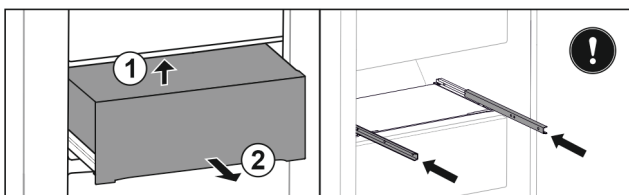

Fig. 159
- ▶ Lade van onderen achter optillen. Fig. 159 (1)
- ▶ Lade naar voren toe verwijderen. Fig. 159 (2)